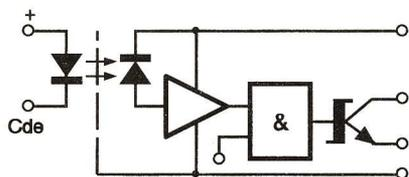

Fig 6
■ Interface logique compatible LSTTL/TTL, spécialement prévue pour le photocouplage des circuits numériques rapides (fig. 6).